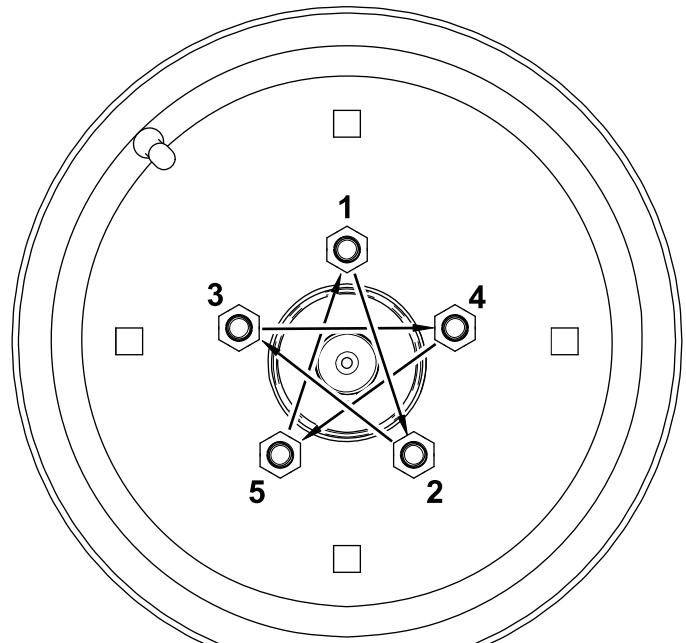

Figure 20
2. Serrez les écrous de roue à un couple de 101 à 115 N·m dans l'ordre suivant (Figure 20).